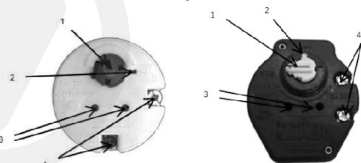

Рис. 3. Зовнішній вигляд терморегулятора
- зняти захисну кришку натиснути на кнопку яка розташована в корпусі терморегулятора (рис. 3);